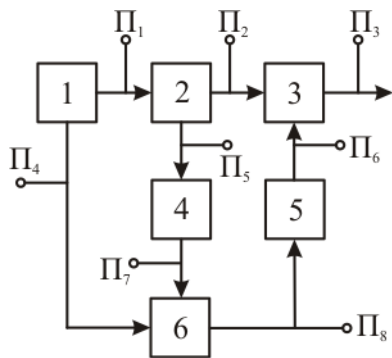

Рисунок 7.10 – Функциональная схема системы
**Задача 32.** Система состоит из 6 функциональных элементов и характеризуется 8 параметрами (рисунок 7.10).